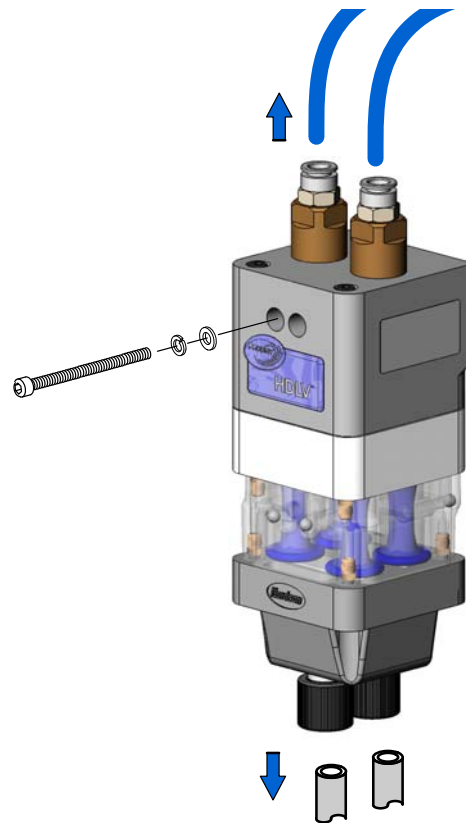

Figura 9 Preparazione per lo smontaggio
1. Vedi figura 9. Staccare i condotti dell'aria di spurgo dalla sommità della pompa.